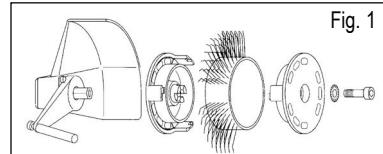
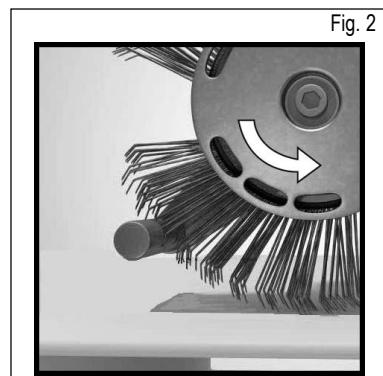

Fig. 1
Fig. 2
3. Se va întrerupe alimentarea cu aer comprimat și se va fixa apoi în modul prescris pe unealtă Bandă Bristle Blaster® de 23 mm resp. de 11 mm, cu sistemul de prindere corespunzător (atenție la sensul de rotație), cu șurubul și cu șaiba ondulată prevăzute în acest scop. Vezi Fig. 1 și Fig. 2
- Folosiți o Bandă Bristle Blaster® în sensul de mișcare eronat? – Orientați banda cu perii în așa fel, încât să funcționeze în direcția regulamentară. (vezi capitolul 7, Punerea în funcțiune, Fig. 2).